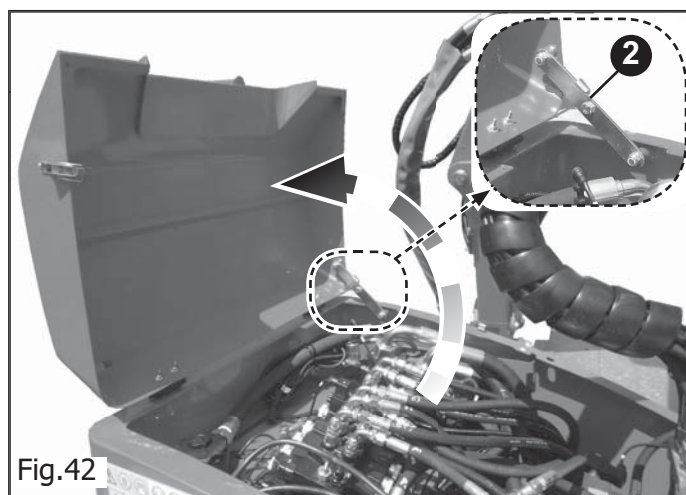

Fig.42
- Alzare il carter di protezione accertandosi che la leva di sicurezza (2 Fig.42) sia in posizione corretta, per evitare che il carter si richiuda accidentalmente.
OGNI 50 ORE DI LAVORO	<ul style="list-style-type: none"> - Controllare la tensione e l'efficienza delle cinghie trasmissione (se presenti) - Controllare il livello olio del serbatoio (Fig.45), che deve sempre trovarsi indicativamente a metà dell'asta graduata, e controllare il livello di olio del moltiplicatore (1 Fig.42) - Controllare visivamente la macchina per verificare eventuali rotture e/o danneggiamenti - Controllare che lo scambiatore di calore (G Fig.45) sia pulito e privo di detriti o foglie. - Controllare che i cuscinetti rotore non si surriscaldino durante la fase di lavoro.